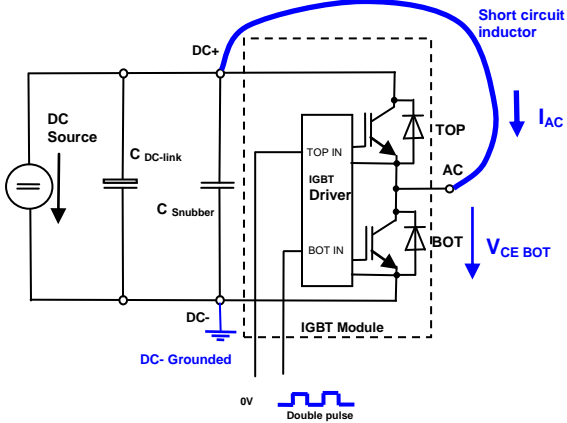

Fig. 5 トップ側 IGBT の V_{CEpeak} 測定.
- トップ側 IGBT の V_{CE} を測定時、電位は変わらない為、電圧プローブの一端子を DC+ に接続して下さい。これにより、測定信号のコモンモードノイズが減少します。トップ側 IGBT のゲート電圧を測定する場合、AC を接地し (Fig. 5)、電圧プローブの一端子をこの AC に接続します。